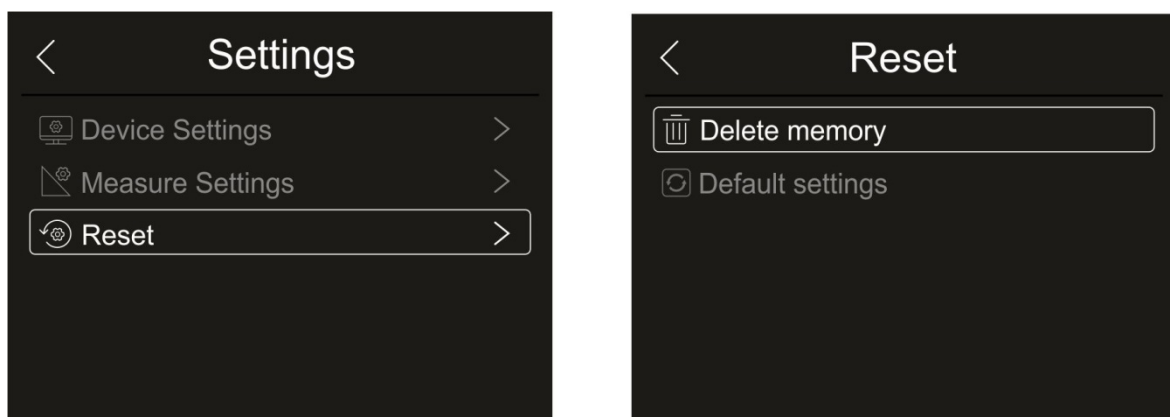

Abb. 28: Menü Reset des Geräts
1. Berühren Sie "Reset". Die Bildschirmseite in der Abb. 28 – rechte Seite erscheint im Display. Berühren Sie "Delete memory". Der folgende Bestätigungsbildschirm erscheint im Display: